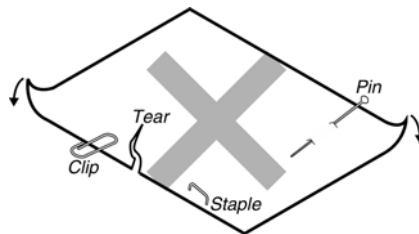

图 B-5
- 装进的纸一定不能有折叠、撕裂或带有订书钉、回形针、大头钉和任何杂物 (如图 B-5 所示)。如果装入的纸张带有其它杂物, 则极可能会严重损坏打印机。